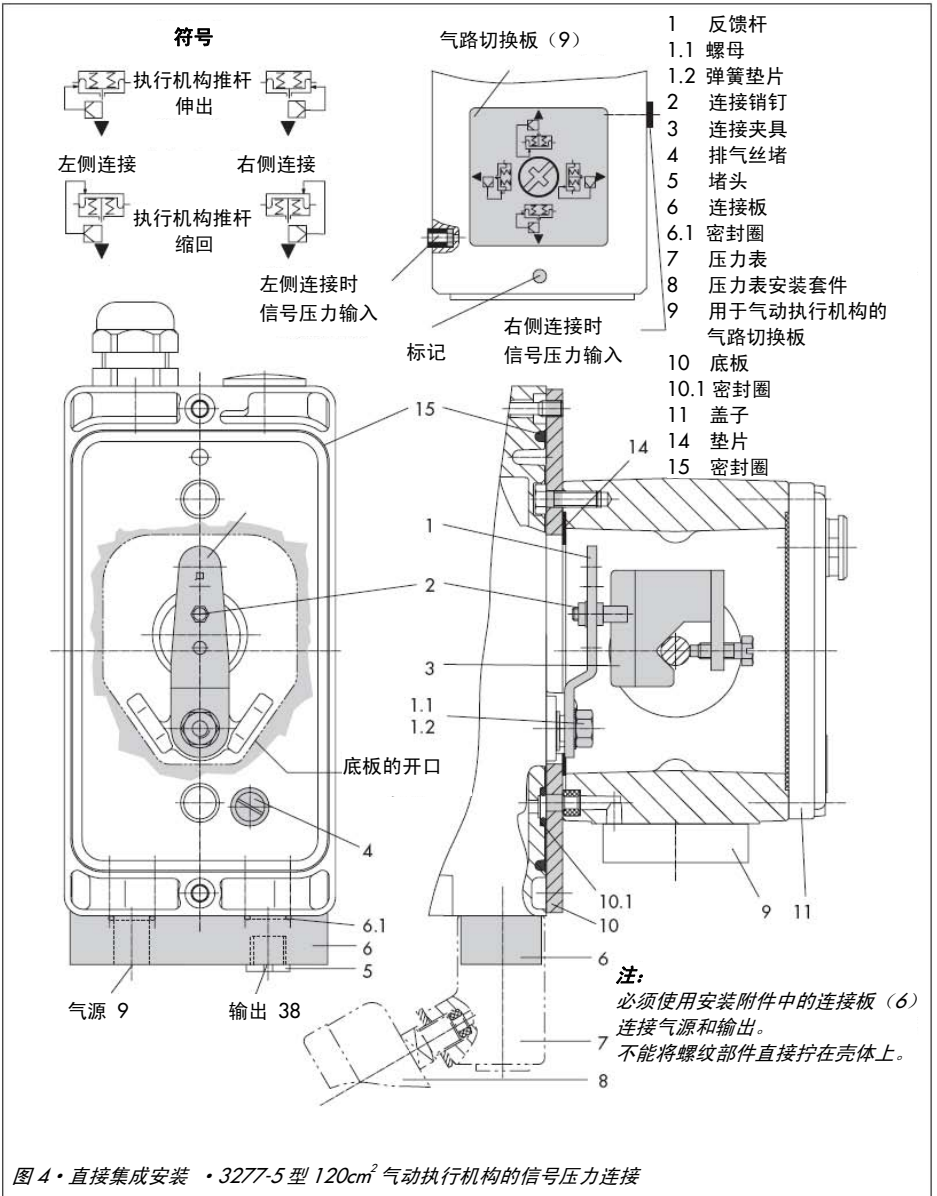

图 4 · 直接集成安装 · 3277-5 型 120cm² 气动执行机构的信号压力连接
4. 对准信号连接接口处，安装带有开口的底板（10）（见图 4 的左侧），并确认垫片（14）已装好在气动执行机构支架上。